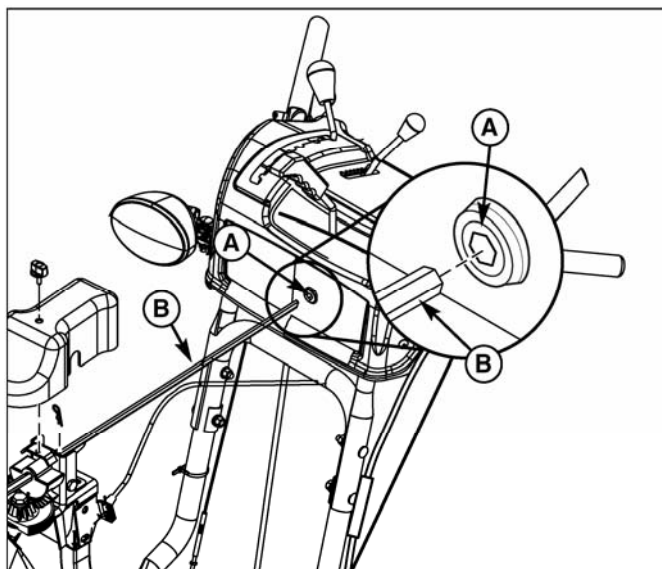

Рис. 28. Установка тяги управления поворотом желоба
16. Вставьте тягу управления поворотом желоба (B, рис. 28) в шестигранное отверстие (A).